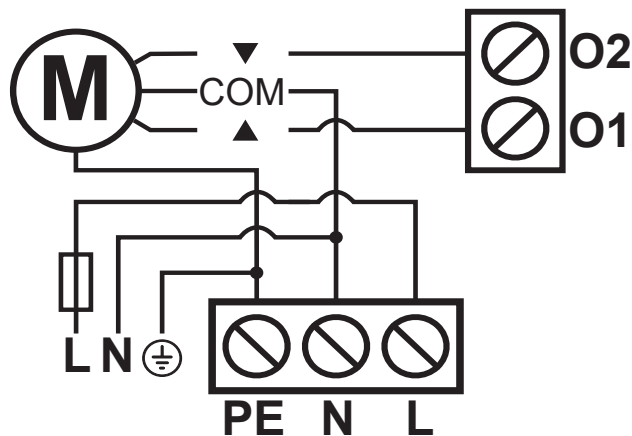

Рисунок 8: Электрические соединения маркизы BiDi-Awning
6. Подключите провода к клеммам, соблюдая схему на рис. 8 и операции, описанные в главах 4.1, 4.2 и 4.3.